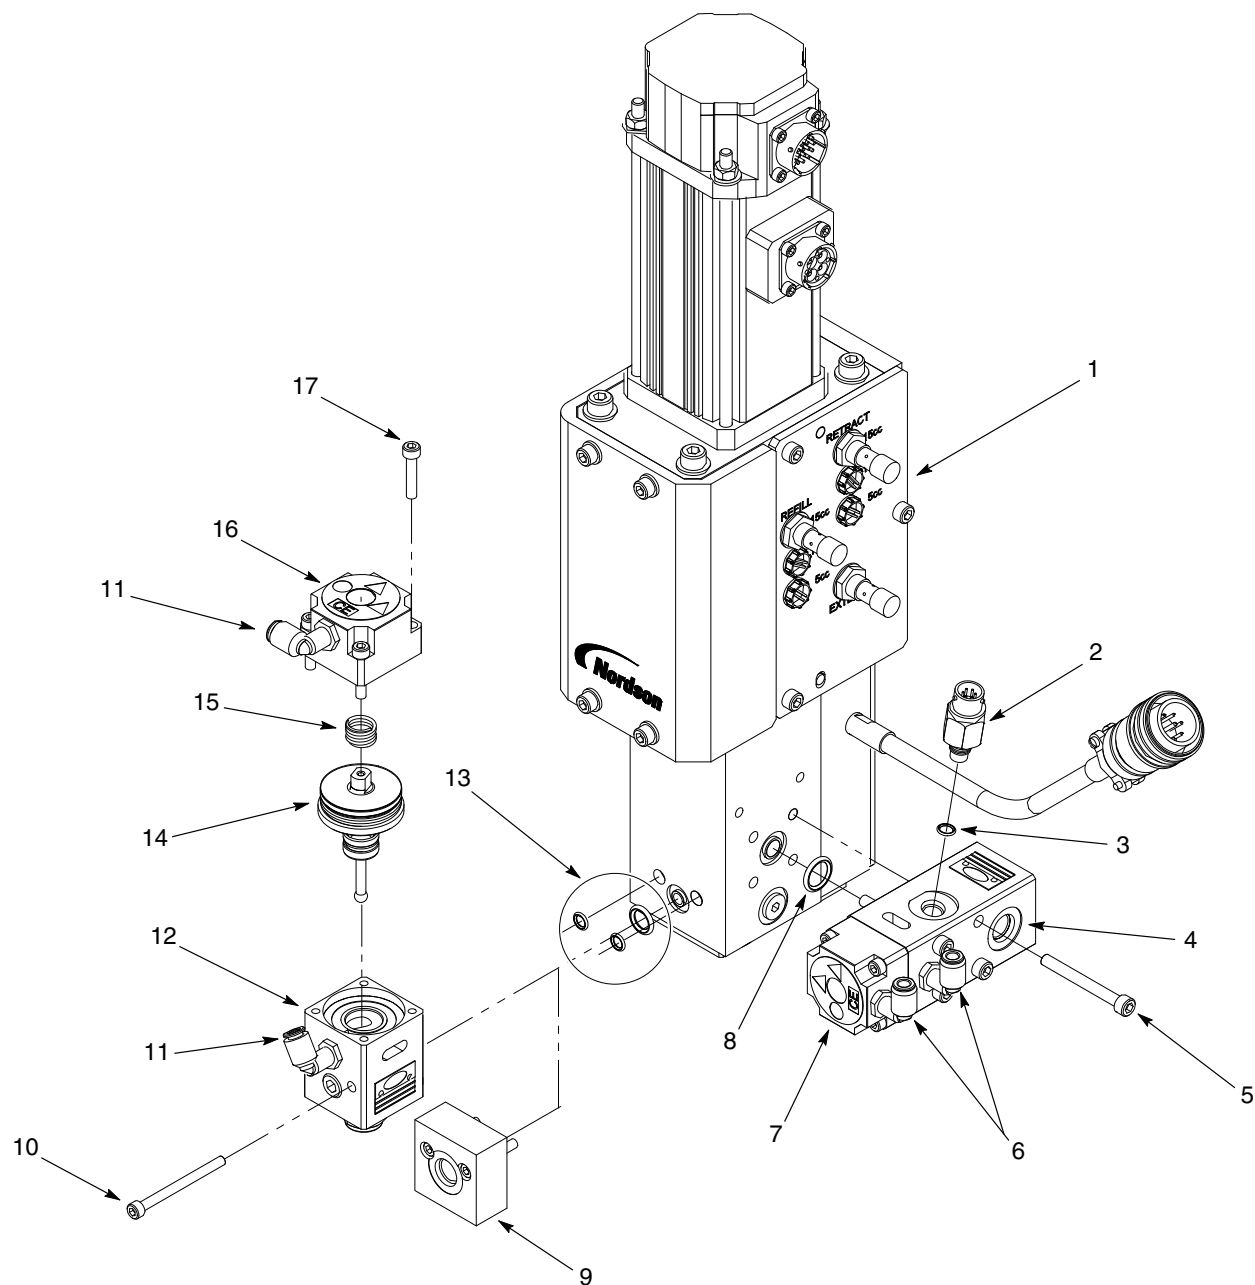

Figura 12 Reparação da válvula de entrada e da de saída
Para fazer reparações na seção hidráulica, consulte a figura 12 e utilize os procedimentos seguintes.
1. Consulte a figura 12. Remova os parafusos (17) que seguram a tampa (16) do cilindro pneumático ao corpo da válvula (12). Retire a mola (15) do corpo da válvula.
2. Retire o cartucho de empanques (14) do corpo da válvula (12), utilizando uma chave de parafusos pequena.
3. Monte o cartucho de empanques (14) novo no corpo da válvula (12).
4. Monte a mola (15) no cartucho de empanques (14).
5. Monte a tampa do cilindro pneumático (16), utilizando os parafusos (17). Aperte os parafusos com 8,5-9 N•m (75-80 in.-lb).
Para substituir a válvula de saída, consulte a figura 12 e utilize o procedimento seguinte.
Para substituir a válvula de entrada, consulte a figura 12 e utilize o procedimento seguinte.
1. Consulte a figura 12. Desligue o cabo do transdutor de pressão (2).
2. Retire o transdutor de pressão (2) da válvula de entrada (7).
3. Lubrifique a junta tórica (3) do transdutor de pressão com massa lubrificante TFE. Monte o transdutor de pressão (2) na válvula de entrada (7) e aperte-o com 5-5,6 N•m (45-50 in.-lb).
4. Ligue o cabo ao transdutor de pressão (2).